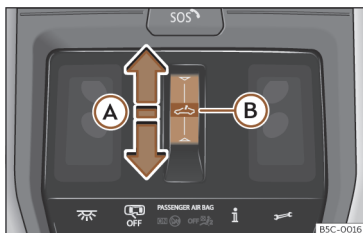

Fig. 82 En el revestimiento interior del techo: tecla del techo de cristal.
- **Movimiento automático:** deslice el dedo hacia atrás sobre el área funcional >>> **fig. 82** **(A)**.
- Antes de que transcurran aprox. 5 segundos desde la activación de la función antiaprisionamiento, deslice el dedo hacia delante sobre el área funcional  >>> **fig. 82**  y mantenga presionado hasta que el techo se cierre completamente.